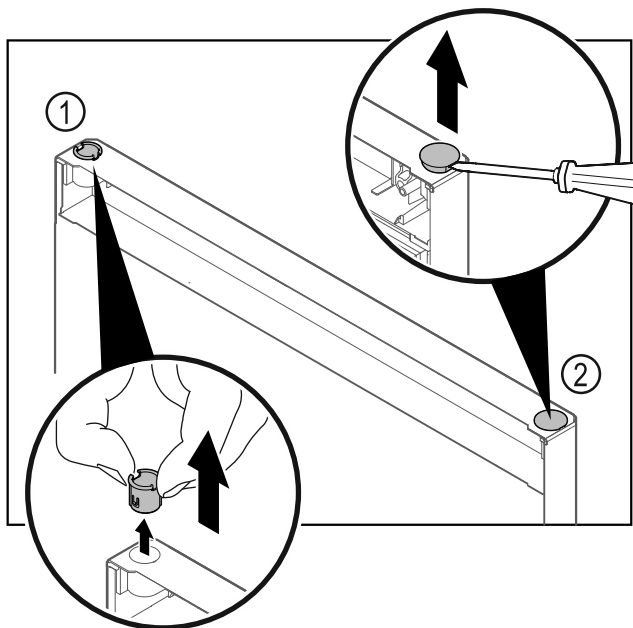

Fig. 11
- ▶ Izvelciet ar pirkstiem eņģes ieliktni Fig. 11 (1).
- ▶ Paceliet uzmanīgi ar plakano skrūvgriezi un izvelciet ārā nosedzošo aizbāzni Fig. 11 (2).